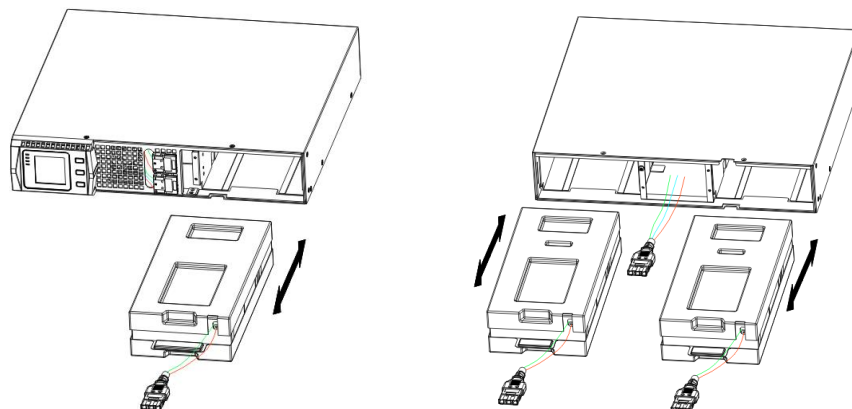

Figura 22 Rimozione pacco batterie
- Prendere la maniglia sul frontale del pacco batterie, tirare verso l'esterno ed estrarre il pacco batterie come mostrato in figura 22.